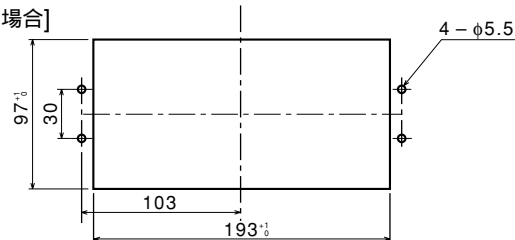

図2
- パネル等に取付けの際には、パネルカット寸法の穴をあけてください。(図2参照)